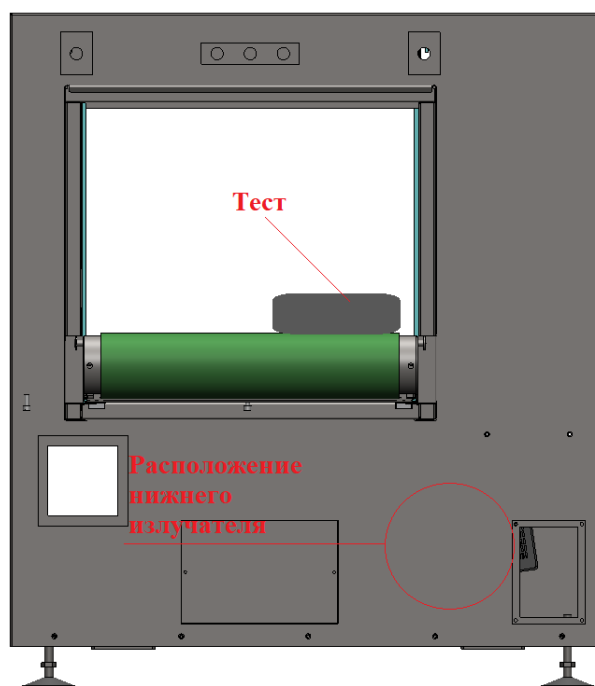

Рис. 36. Расположение теста для проверки нижнего ракурса РТУ (пример).
- Установить на транспортер СТО как показано на Рис. 36.